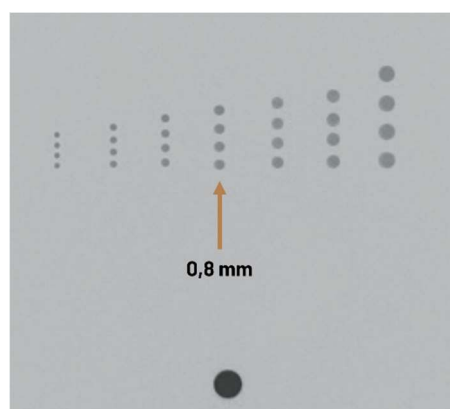

Figure 9 - Alésages de 0.8mm DVT3D
- B. Evaluer, dans l'image reconstruite, la qualité de la visibilité des alésages. Au minimum ceux de 0.8 mm (cf. Figure 9) doit être visible et sans déformation (alésages de même diamètre en vue latérale doivent être droits et parallèles entre eux).